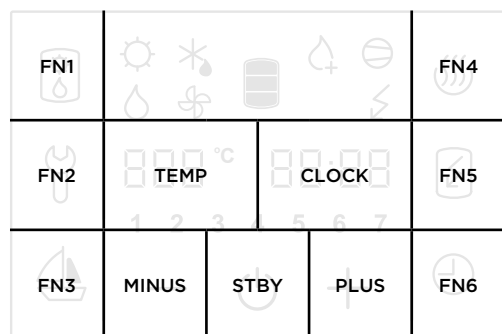

Figure 14 : Affichage des champs
- En appuyant sur le champ n° 4, vous pouvez activer le mode d'entretien (Figure 14).
- En appuyant sur le bon numéro (champ **CLOCK** dans la Figure 14), vous passez au paramètre suivant.